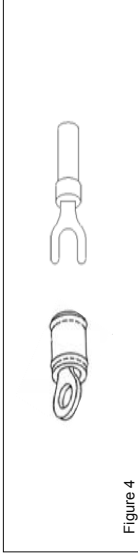

Figure 4
- Für feindrähtige Leitungen empfiehlt es sich, passende Kabelschuhe zu verwenden. Um die Drähte entsprechend zu quetschen (siehe Abb. 4).
- For stranded wires it is recommended to use suitable lug to clamp wires (see Fig. 4).